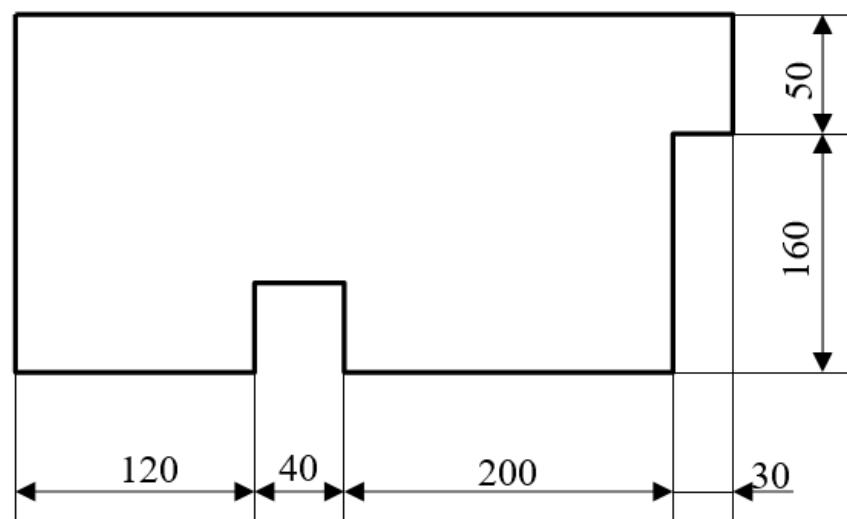

Fig. 18
**Последовательная (цепная) простановка размеров** заключается в размещении размеров на одной линии, независимо от того, какие размерные базы приняты за исходные (Рис. 18).